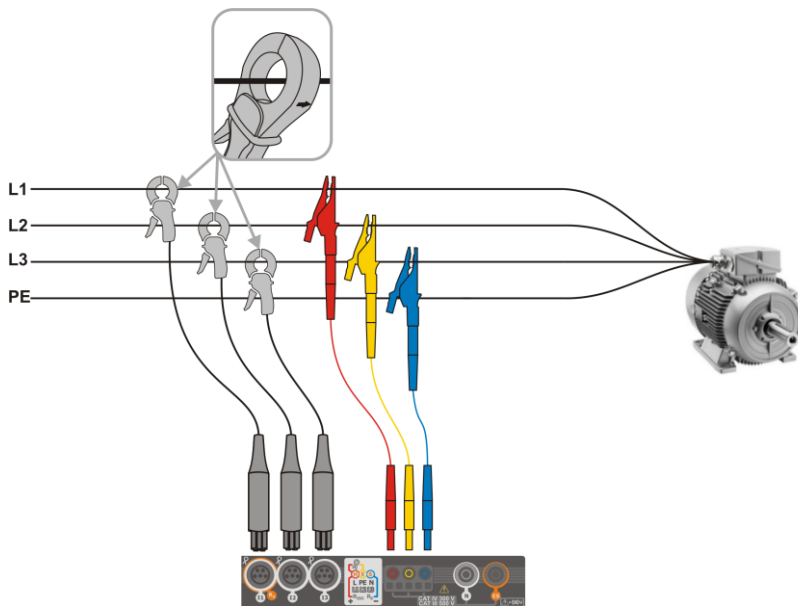
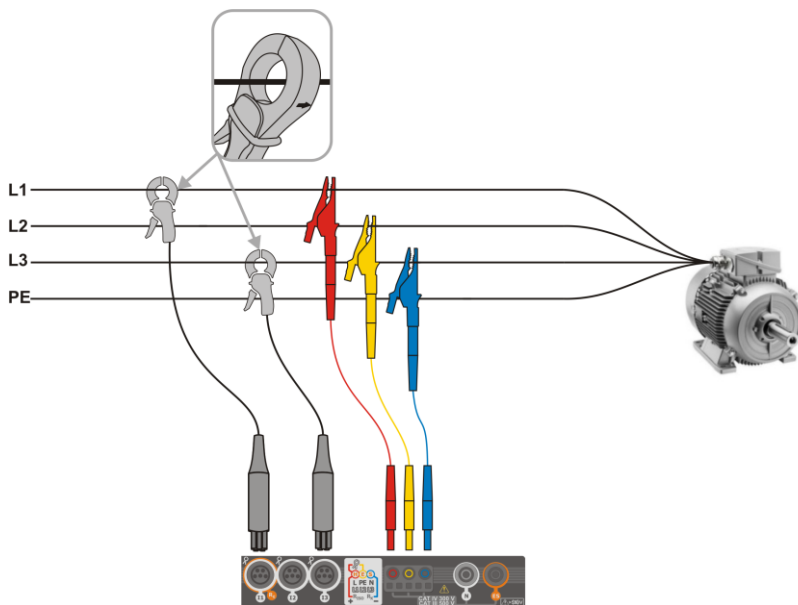

Fig. 5.7 Esquema de conexión – sistema trifásico con tres conductores de trabajo
Fig. 5.8 Esquema de conexión – sistema trifásico con tres conductores de trabajo (medición de corrientes mediante el método de Aron)
- trifásica de 3 hilos (**Fig. 5.7**, **Fig. 5.8**).
En los sistemas de tres conductores de AC se pueden medir las corrientes con el método de Aron (**Fig. 5.8**), usando sólo dos pinzas que miden las corrientes lineales I_{L1} y I_{L3} . La corriente I_{L2} se calcula entonces según la relación: